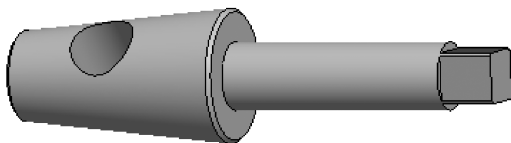

图 4-137 最后模型
(26) 在图形区双击尺寸数字，将倒角大小修改为“1”，在图形区单击鼠标中键完成倒角，完成后的模型如图 4-137 所示。